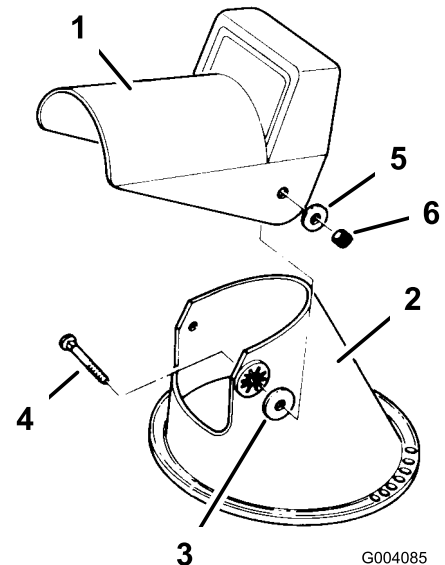

Figure 6
1. Plaats de geleider op de afvoer en houd de montagegaten recht tegenover elkaar (Figure 6).
2. Houd de gaten recht tegenover elkaar en plaats aan beide zijde een rubberen ring tussen de geleider en de afvoer (Figure 6).
Note: Zorg ervoor dat de vierkante kragen op de rijtuigbouten gealigneerd zijn met het vierkant aan de binnenkant van de afvoer. Plaats de metalen ringen op de buitenkant van de geleider zoals wordt getoond in Figure 6. Draai de bouten niet te vast aan.